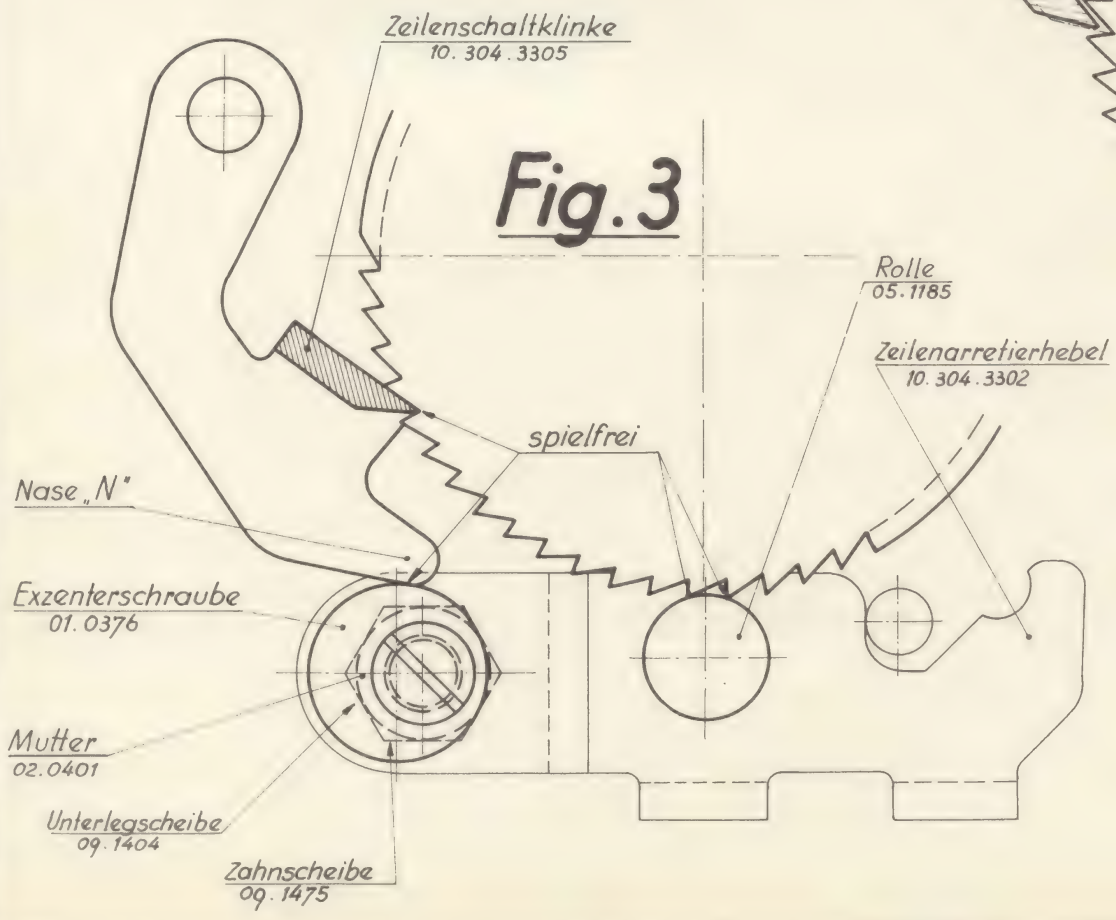

Fig. 3
Die Wagenauslösehebel 10.215.3028/29 sind deshalb mit MW Nr. 18 so zu kuppeln, dass sie entsprechend gleichmässige Anlage an den Zwischenrohren 05.1102 finden. Bei der Prüfung muss der vorerwähnte Lichtspalt von ca. 0,2 mm in jeder Wagenstellung vorhanden sein. Bei Auslösung (Fig.3) ist zu beachten, dass das Wagenantriebszahnrad 10.208.3124 ca. 1 mm aus der Verzahnung der Zahnstange 10.215.3017 - 30.215.3017 herausgeschoben wird.
- 2) Sperrung gegen Überschleudern der Schreibwalze beim Zeilenschalten. Diese Einstellung erfordert besondere Sorgfalt, da die vorherige Einstellung nicht verändert werden darf. Die Mutter o2.o401 ist deshalb nur zu lockern, bis es möglich ist, die Exzeterschraube o1.o376 mittels Schraubenzieher zu drehen. Die richtige Einstellung ist dann erreicht, wenn bei durchgeführter Schaltung mittels Zeilenschaltthebel die Rolle o5.1185 sicher in einer Zahnücke (Fig.3) liegt, die Nase "N" der Zeilenschaltklinke 10.304.3305 mit der Exzeterschraube o1.o376 und dem Zeilenschaltrad 10.316.3513 spielfrei anliegt und in dieser Lage durch prüfendes Versuchen, die Schreibwalze mittels Walzendrehknopf vor oder zurück zu drehen, kein merkliches Spiel vorhanden ist.